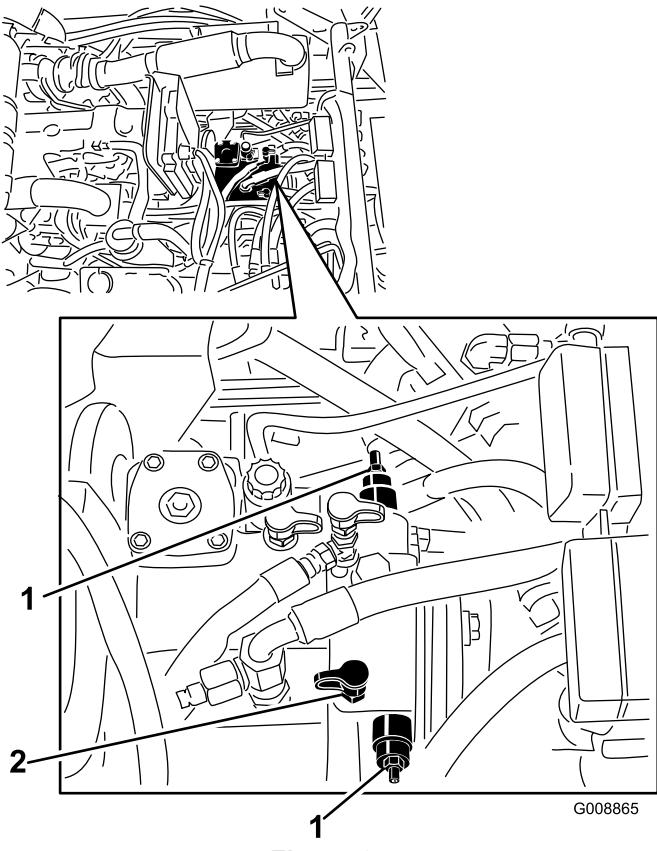

Figura 35
1. Levante el capó y localice las válvulas auxiliares en cada lado de la bomba (Figura 35).
2. Para activar las válvulas de remolque, afloje la contratuerca del husillo de cada una de las válvulas auxiliares (Figura 35).
desactivarse también la válvula auxiliar del colector de transmisión a cuatro ruedas. Para desviar el aceite alrededor de la válvula de retención, conecte un conjunto de manguito (Manguito, pieza nº 95-8843, Acoplamiento: pieza nº 95-0985 [Cant. 2], y Acoplamiento hidráulico, pieza nº 340-77 [Cant. 2]) al punto de prueba de presión de la tracción en marcha atrás (Figura 35 y Figura 36) y al punto de prueba de presión de la tracción a cuatro ruedas en marcha atrás (Figura 36).